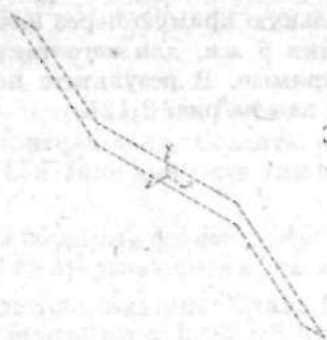

Рис. 2.122. Так выглядит рабочая область с эскизом перегородки
1. Из выпадающего меню текущая ориентация выберите тип ориентации **#Изометрия XYZ** (рис. 2.122).